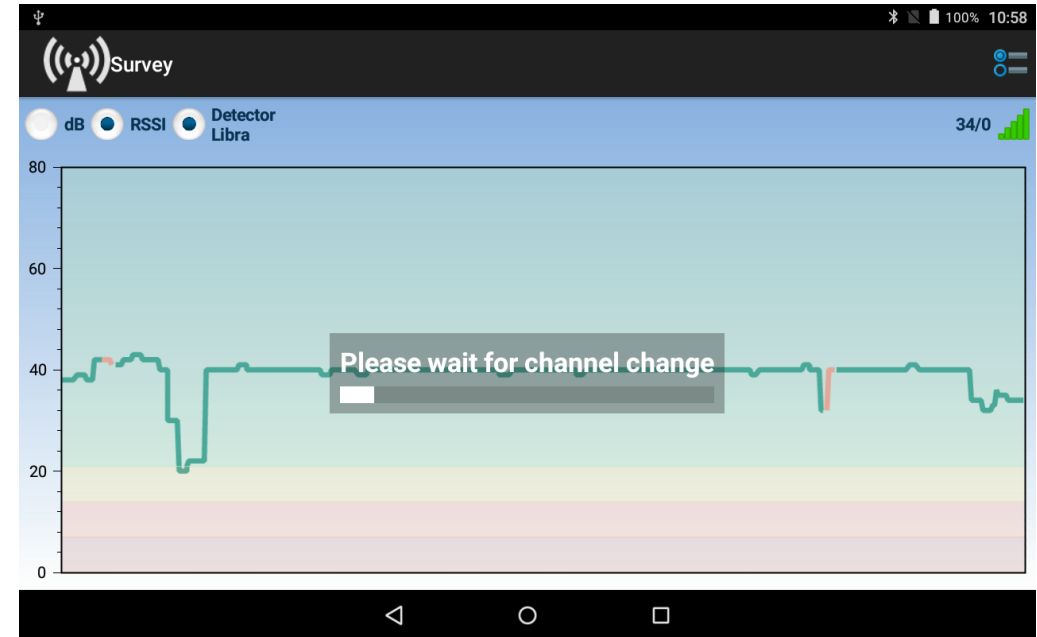

Figura 18
3. Attendere che il sistema esegua il cambio del canale di lavoro (figura 18).